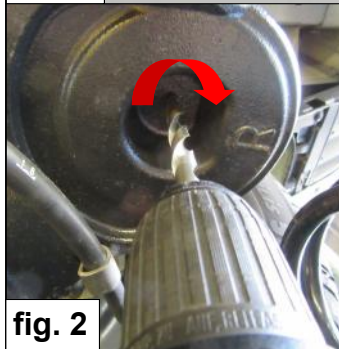

fig. 2
2. Boor een gat van $\varnothing 11\text{mm}$ in het midden van verdiepte gedeelte van de draagarm. (Zie fig. 2). Behandel het geboorde gat met een corrosie werend materiaal.
2. Drill a hole of $\varnothing 11\text{mm}$ at the center of the deepened part of the support arm (See fig. 2). Treat the drilled hole with a corrosion resistant material.
2. Bohren Sie ein Loch mit einem Durchmesser von $\varnothing 11\text{mm}$ in der Mitte des vertieften Teil des Tragarmes (Siehe Abb. 2). Behandeln Sie die Bohrung mit einem korrosionsbeständigen Material.
2. Percez un trou d'un diamètre de **11mm** dans le centre de la partie évidée du bras de support. (Voir fig. 2). Traitez le trou percé avec un matériau résistant à la corrosion.